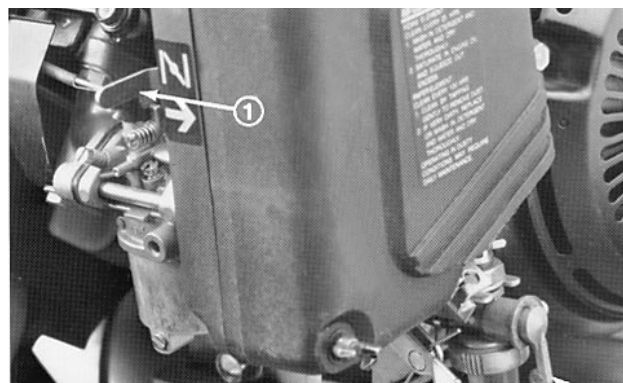

Fig. 14
Manette de starter (Fig. 14)—située à l'avant gauche du moteur. Deux positions; RUN (MARCHE) et CHOKE (STARTER). Placer le levier sur CHOKE
Robinet d'arrivée de carburant (Fig. 14)—situé à l'avant gauche du moteur. Deux positions: CLOSED (FERME) et OPEN (OUVERT). Placer le robinet sur CLOSED pour ranger ou transporter la machine. Le placer sur OPEN avant de démarrer le moteur.
2. Ouvrir le robinet d'arrivée de carburant (Fig. 14).
5. Tirer le starter (Fig. 14) à mi-course pour démarrer à froid. Le starter n'est pas toujours nécessaire pour démarrer à chaud.